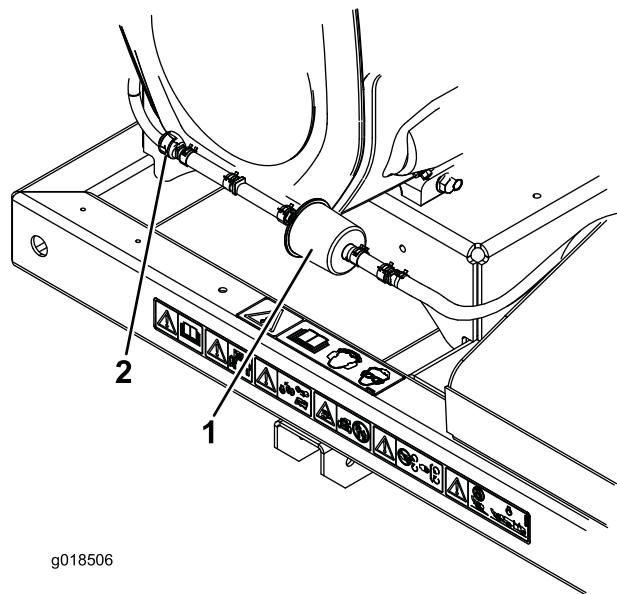

Figura 19
2. Spostate le fascette stringitubo del tipo a molla su entrambi i lati del filtro della linea di spurgo del canister a carboni attivi lontano dal filtro (Figura 19).
3. Togliete il filtro a carboni attivi e gettatelo (Figura 19)
4. Montate un nuovo filtro nel flessibile con la freccia del filtro rivolta verso la valvola di ritenuta e fissatelo con le fascette stringitubo (Figura 19).